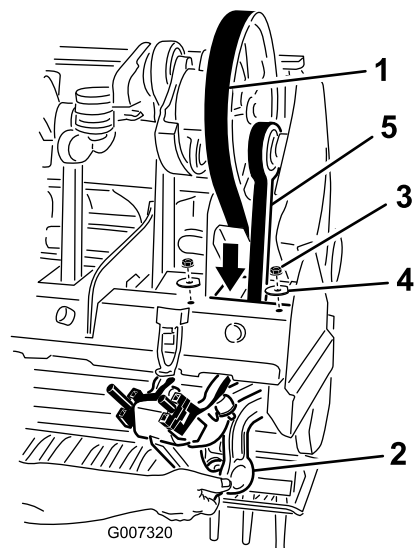

Figura 38
5. Desaperte e retire as 2 porcas de bloqueio e anilhas que fixam o amortecedor rotalink no braço n.º 1 (Figura 38).
7. Passe a correia de transmissão para baixo através da estrutura da cabeça de perfuração e em torno da extremidade inferior do braço N.º 1 (Figura 38).